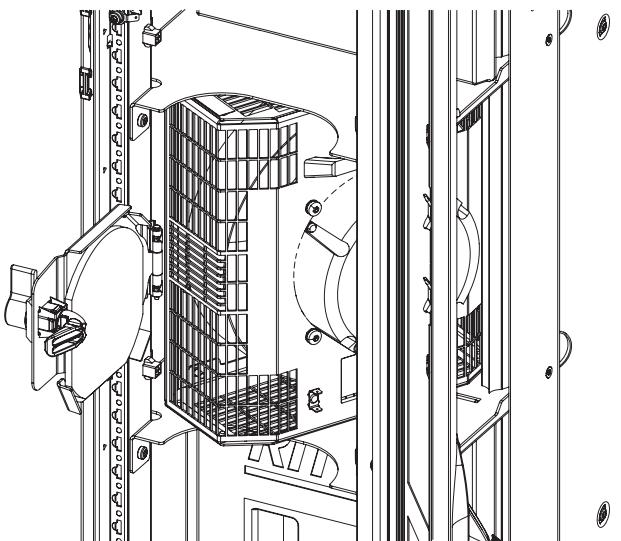

Abb. 53: Gedrehtes Lüftermodul im Lüftereinschub
- Drehen Sie das Lüftermodul im Einschub gegen den Uhrzeigersinn um 90° (Abb. 53).